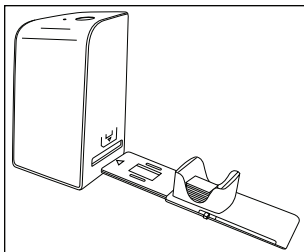

Figure 2
- ◆ Introduisez d'abord le chargeur de diapositives **6** avec la fenêtre de visualisation dans le tiroir de droite **4**. Veillez à ce que le triangle repère soit à l'avant et bien visible (voir figure 2).